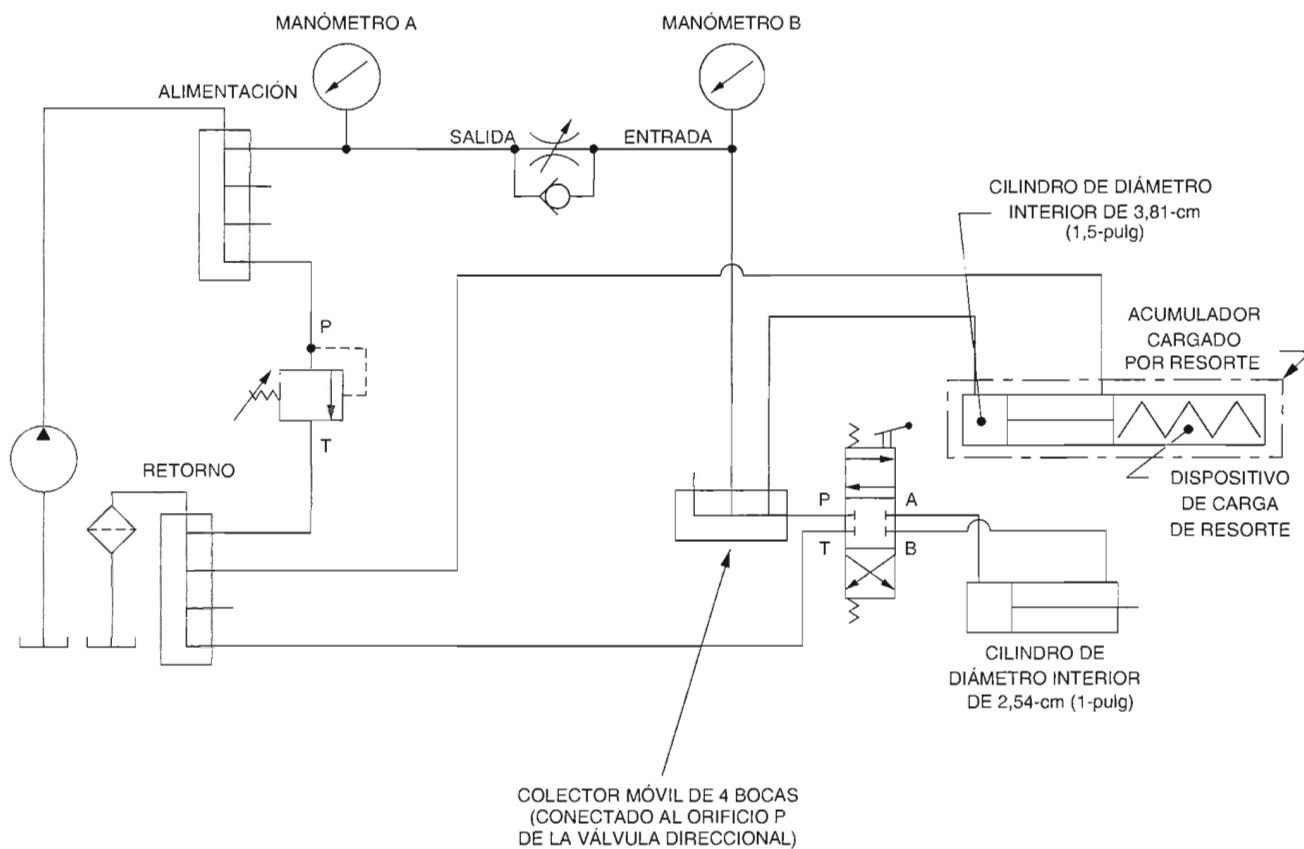

Figura 4-6. Acumulador utilizado como una fuente de alimentación de emergencia.
- ☐ 16. Conecte el circuito mostrado en la Figura 4-6.
Nota: Si los vástagos de los cilindros no están completamente retractados, no conecte el circuito de la figura 4-6. En cambio retracte el vástagos de cada cilindro hidráulicamente, utilizando el circuito de actuación del cilindro mostrado en la figura 2-10. Una vez que los vástagos de los cilindros estén completamente retractados, conecte el circuito de la figura 4-6.